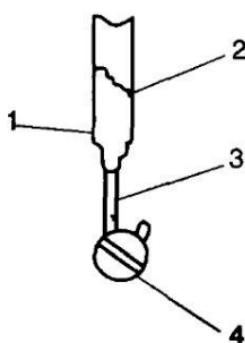

Рис. 33. Электрическое соединение:
10.1. Ослабленные соединения электрических проводов могут быть причиной многих неисправностей электрооборудования, которые бывает трудно обнаружить. Как правило, неисправные электрические соединения определяют визуально (рис.33). Однако в труднодоступных для осмотра местах производят проверку каждого провода и каждого соединения. При обнаружении неисправности производят ремонт или замену проводов или клемм.